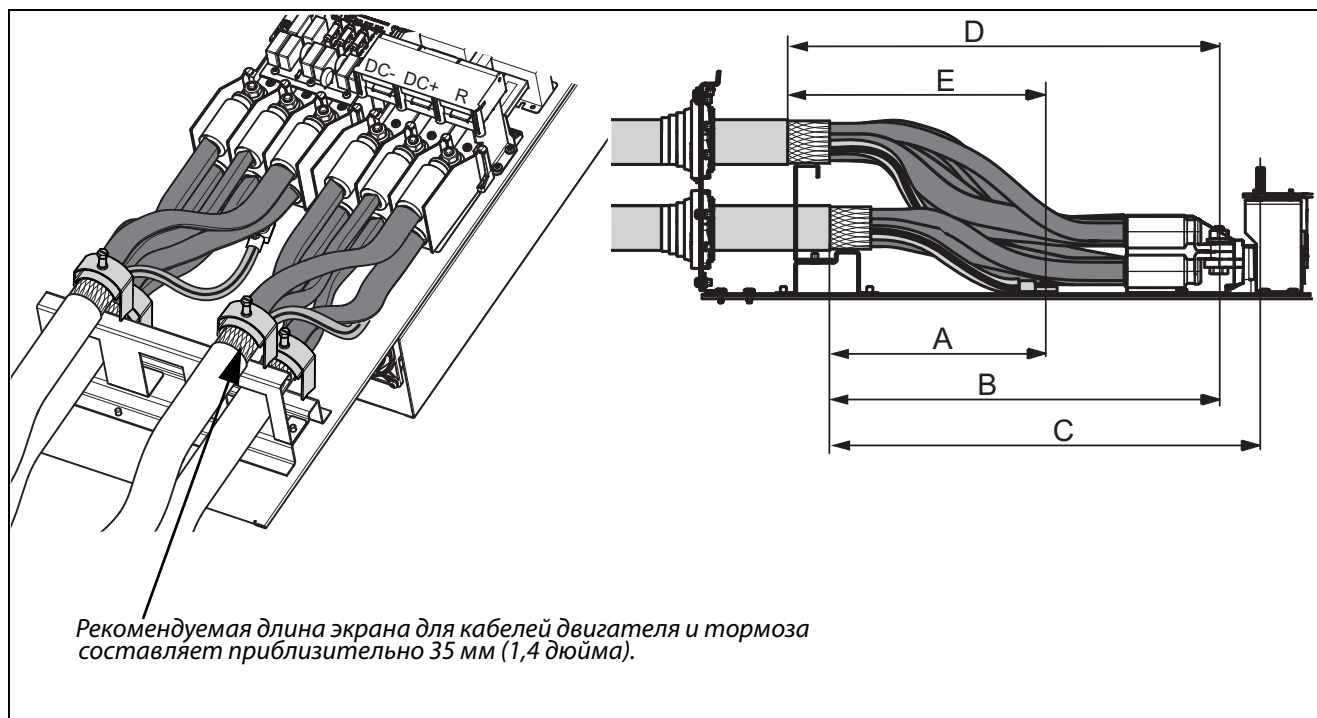

Рис. 55 Расстояния от кабельного зажима до соединительных болтов размера FA
4. Зачистите кабель в соответствии с Таблица 17 и Рис. 55.
3. Зачистите кабель в соответствии с Таблица 17 и Рис. 55.
На Рис. 55 указано расстояние от кабельного зажима до соединительных болтов для расчета длины зачистки проводов.